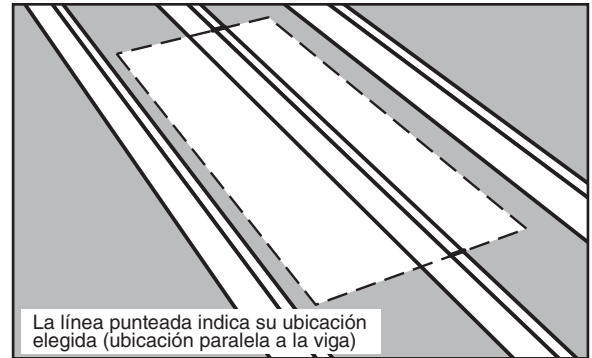

FIGURA 7
- A. Si la ubicación elegida es paralela a las vigas, marque la longitud de la abertura preliminar en la parte superior de las vigas (Vea la Figura 7). No corte la viga en esta marca.